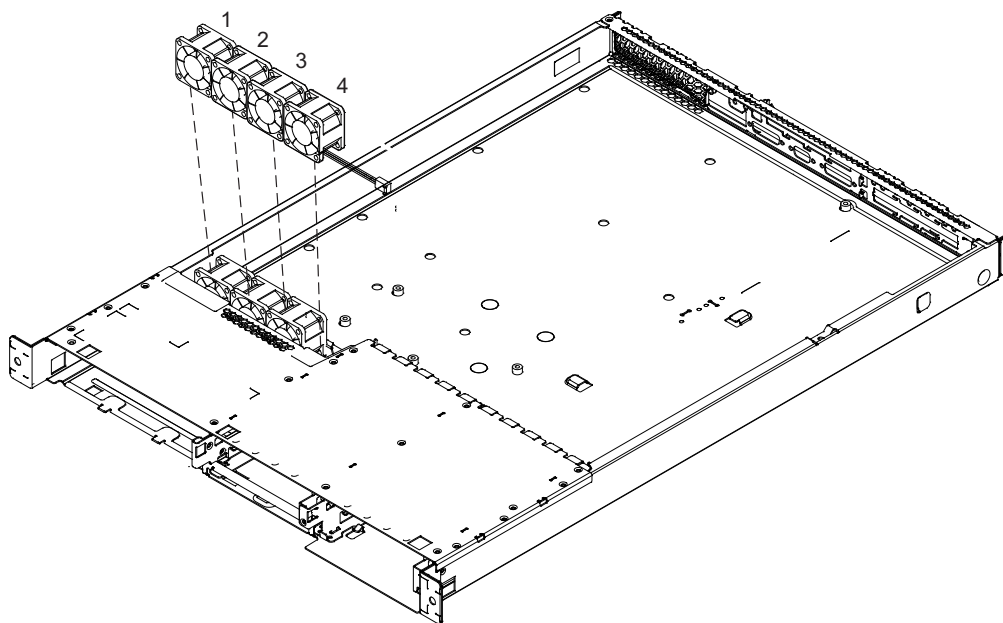

図 47. マイクロプロセッサ・ファンの取り外し
5. ファンには、左から右に 1 から 4 の番号が付いています。図 47 を参照してください。ファンを保持クリップから上方向に持ち上げます。